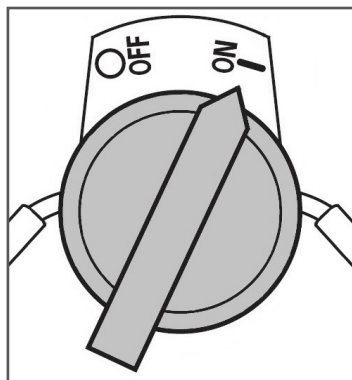

Рис. 21 Выключатель зажигания
5. Выключатель зажигания переведите в положение «ON» (Включено) (Рис. 21).
При возникновении аварийной ситуации, для экстренной остановки двигателя переведите выключатель зажигания двигателя в положение «OFF» (Выключено) (Рис. 21).
4. Переверните выключатель зажигания в положение «OFF» (Выключено) (Рис. 21).